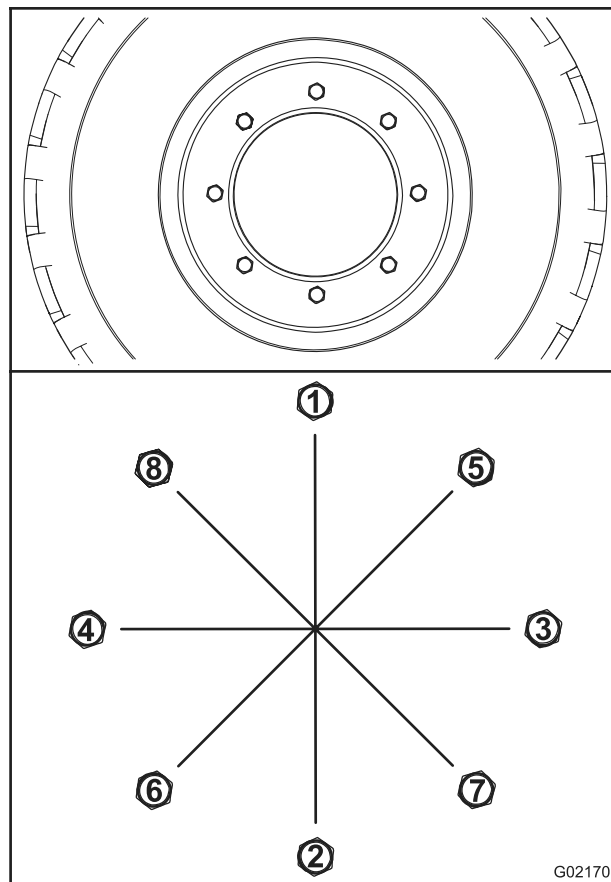

Рисунок 64
- A. Затяните все гайки колеса с моментом 100 Нм (75 фунт-футов) в последовательности, показанной на Рисунок 64.
- В. Затяните все гайки колеса с моментом 200 Нм (150 фунт-футов) в последовательности, показанной на Рисунок 64.
- С. Затяните все гайки колеса с моментом 300 Нм (225 фунт-футов) в последовательности, показанной на Рисунок 64.